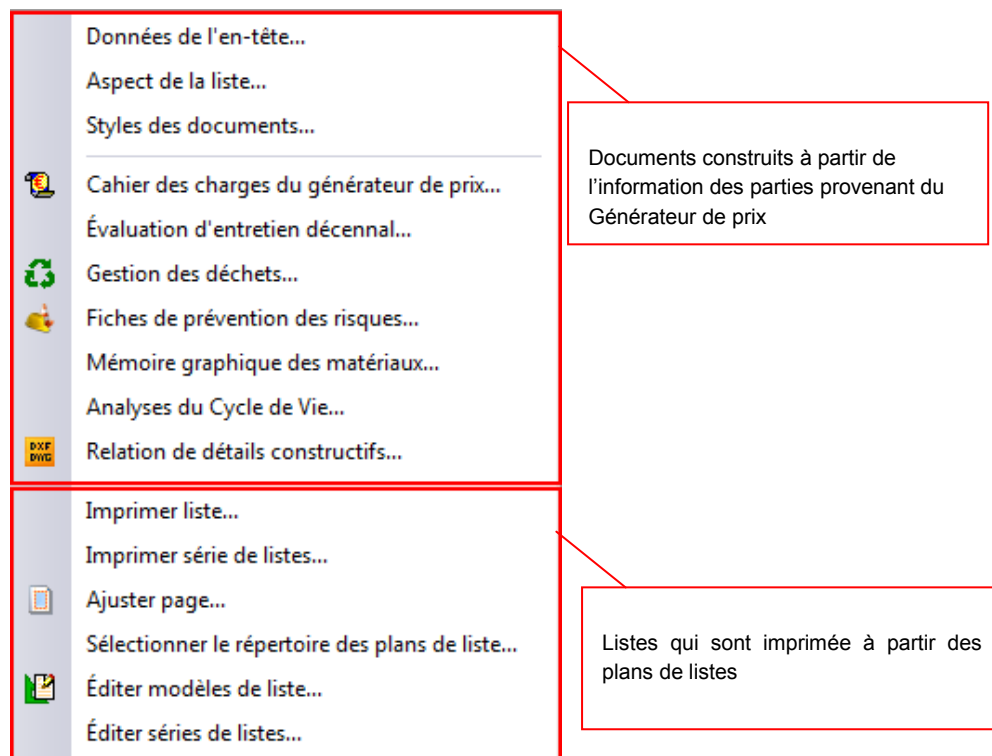

Fig. 6
- Celles qui sont imprimée depuis les documents associés au Générateur de prix de la construction, option du menu 'Fichier' > 'Imprimer' Fig. 6.